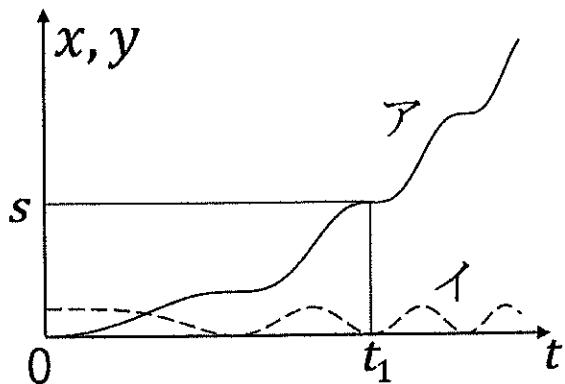
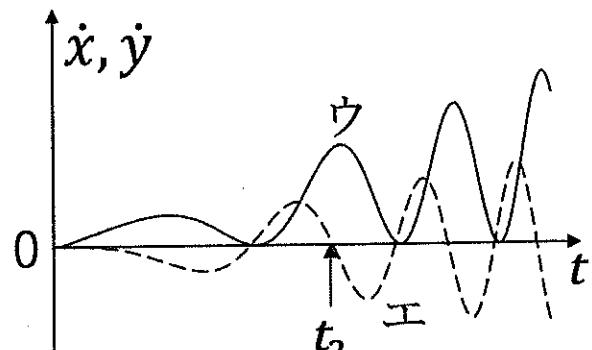

図3
図4
- (5) 点Pの各軸方向の速度成分 \dot{x} および \dot{y} を、 R 、 θ および回転の角速度 $\dot{\theta}$ を用いて表せ。
- (6) 角加速度が一定と考え、点Pの位置および速度の成分 x, y および \dot{x}, \dot{y} として適切なグラフを、図3の ア, イ および図4の ウ, エ より選択し答えよ。
- (7) 図3および図4における時刻 t_1 , 座標 s , および時刻 t_2 を, それぞれ角加速度 β および R より必要な記号を用いて表せ。ただし, $t = 0$ のとき $\dot{x} = \dot{y} = 0$ である。